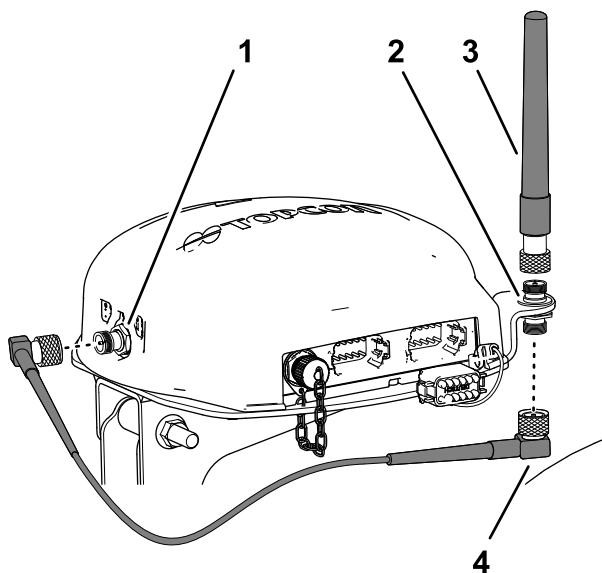

Figura 157
3. Monte la antena RTK sobre la parte superior del conector coaxial, y apriete la tuerca moleteada de la antena a mano (Figura 157).
4. Conecte provisionalmente el cable de la antena en la parte inferior del acoplamiento coaxial (Figura 157).
5. Enrute el cable por detrás del receptor de navegación hasta el conector coaxial del módem celular CDMA o GSM (Figura 157).
6. Enchufe el cable de antena en el conector coaxial del módem celular CDMA o GSM (Figura 157).